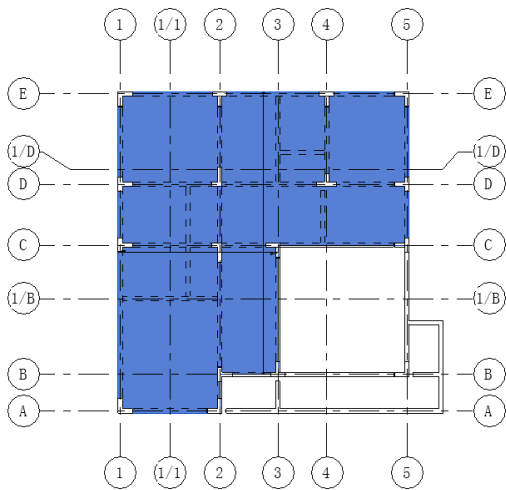

图 11-39 绘制厚度为 110mm 的结构楼板
(5) 单击“模式”面板中的“完成编辑模式”按钮, 完成厚度为 110mm 结构楼板的创建, 如图 11-39 所示。